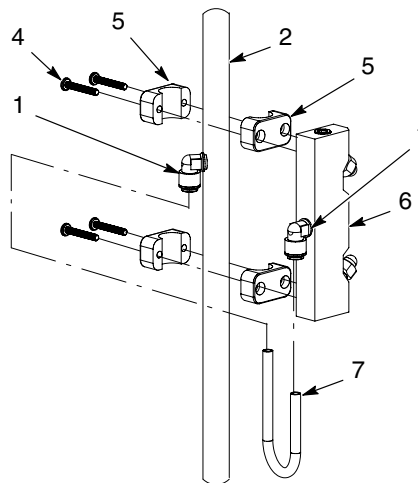

Figura 4 Instalación del kit de limpieza de pistola
2. Ver la figura 4. Utilizar las abrazaderas (5) y los tornillos M6 (4) para fijar el distribuidor (6) al conjunto de tubo del colector (2). Dejar los tornillos ligeramente sueltos para proceder con la alineación en la sección siguiente.
3. Instalar el tubo (7) desde el racor (1) en el distribuidor hasta el racor (1) en el conjunto de tubo del colector. Repetir el procedimiento para el segundo distribuidor.